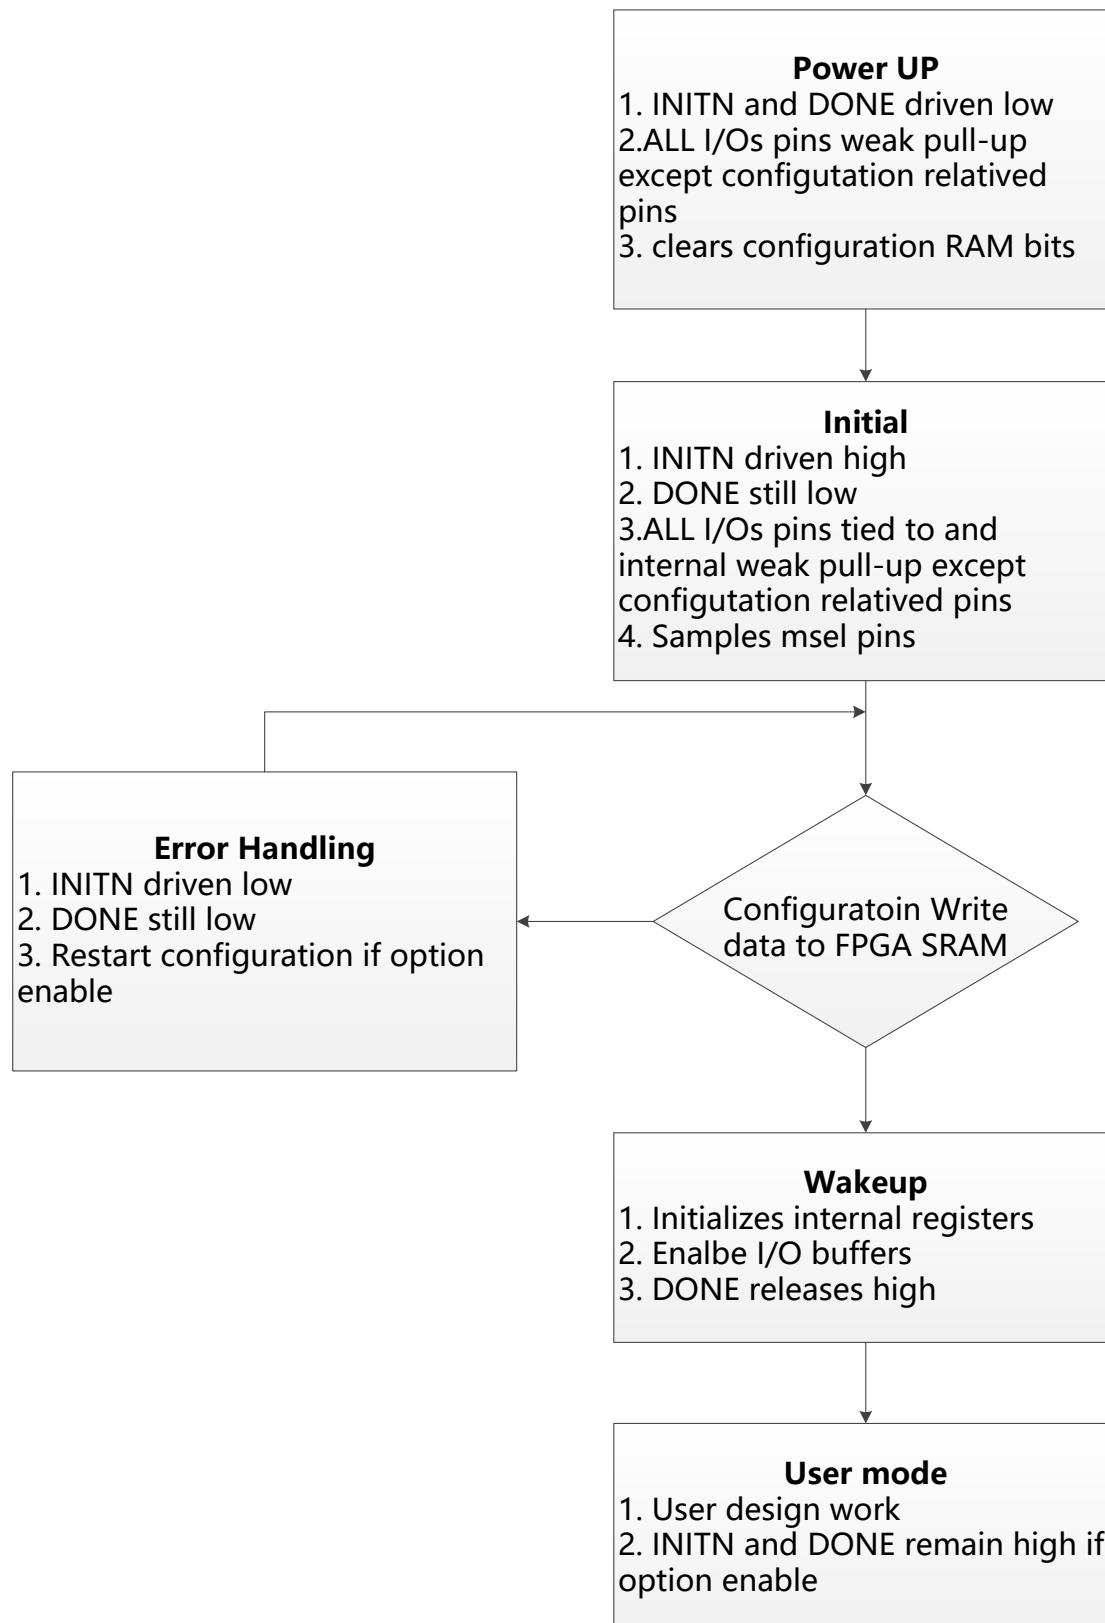

图 2-8-1 EG4A MSPI 配置方式
**EAGLE** **FPGA** 芯片的整个配置过程可以分三个部分。首先, 在芯片上电复位或者系统复位信号有效后进入复位, 等待内部信号和电源稳定后, 系统进入初始化阶段, 内部配置信息清除, 初始化完成后, **FPGA** 开始接受配置数据写入, 写入完成后, **FPGA** 芯片启动阶段, 如图 2-8-1 所示。